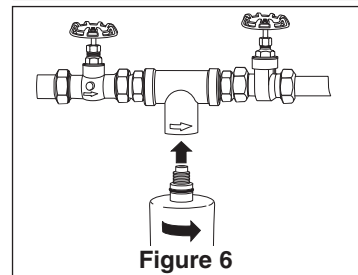

Figure 6
6. Visser la cartouche vers la droite dans la tête du filtre de l'AP430SS. Ouvrir la canalisation d'alimentation principale, ouvrir les robinets et vérifier tous les joints pour repérer les fuites. (figure 6).